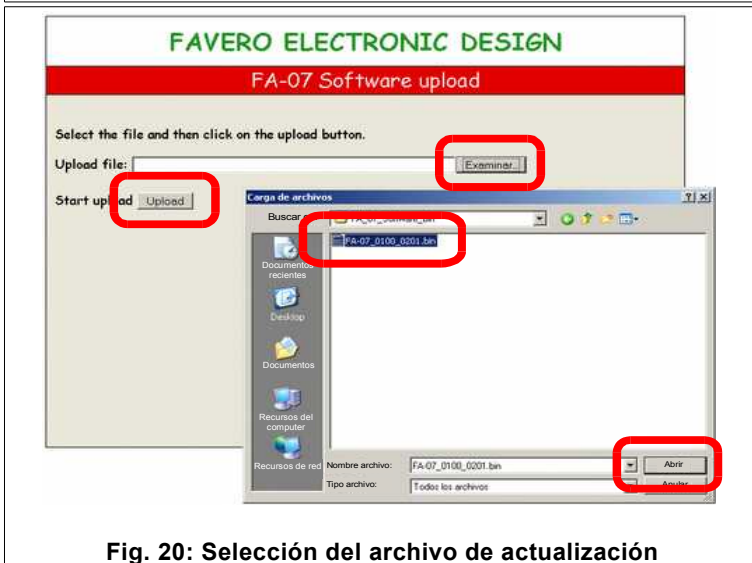

Fig. 20: Selección del archivo de actualización
6. En la página que se abrirá en el PC (véase la Fig. 20), haga clic con el ratón en “Examinar...” para navegar por las carpetas del PC y seleccione el archivo de actualización guardado anteriormente (tipo “FA-07_0100_0201.bin”). Luego, haga clic en “Abrir” para confirmar el elemento seleccionado.